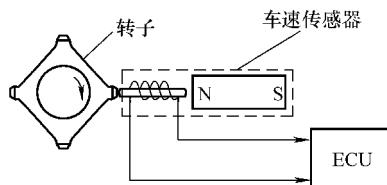

图 6-3 车速传感器的原理
(1) 电磁式车速传感器的结构 电磁式车速传感器主要由永久磁铁、电磁感应线圈、转子等组成, 其中转子安装在变速器输出轴上, 永久磁铁和电磁感应线圈安装在变速器壳体上。
(2) 电磁式车速传感器的原理 当输出轴转动, 转子也转动, 转子与传感器之间的空气间隙发生周期性变化, 使电磁感应线圈中磁通量也发生变化, 从而产生交流感应电压, 并输送给发动机 ECU, 如图 6-3 所示。ECU 是根据交流感应电压脉冲频率大小计算车速, 并以此控制自动变速器的换档。